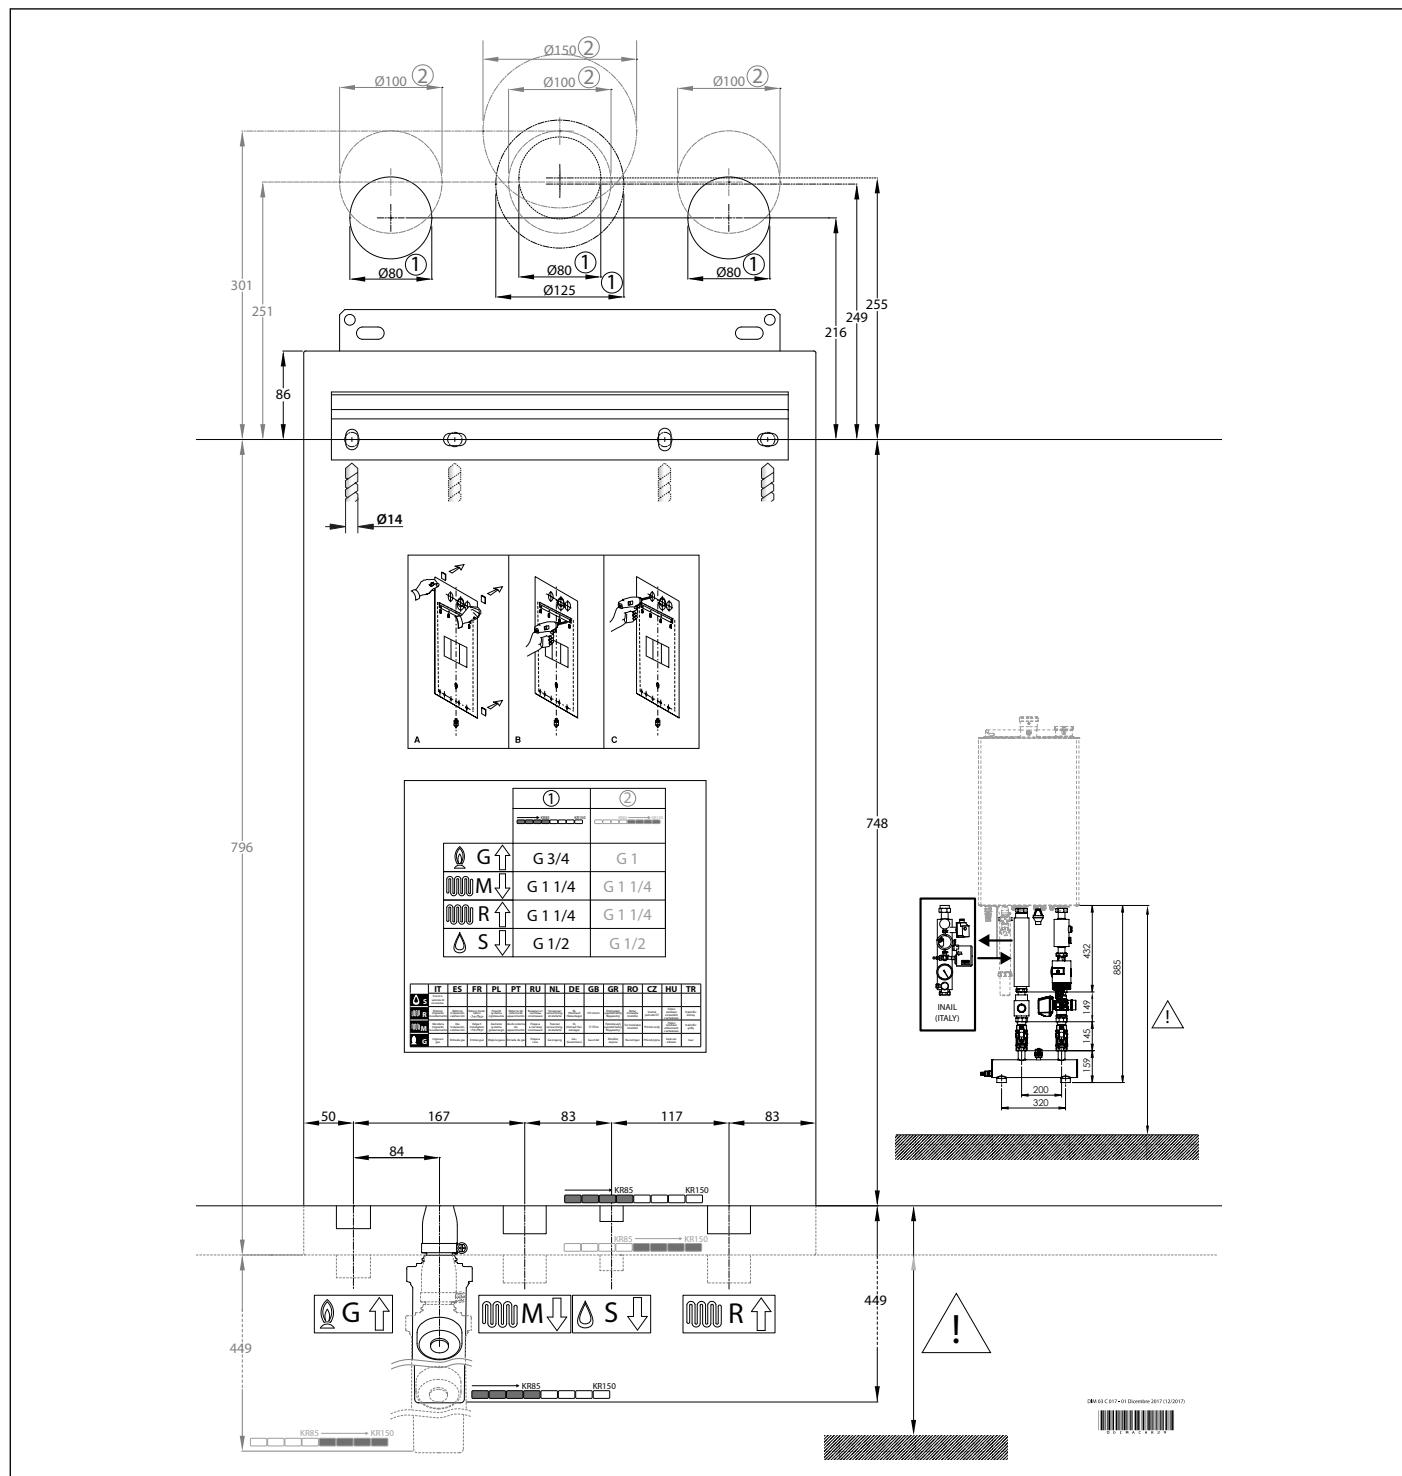

Fig. 12 Şablon de hârtie
- Șablon de montare a centralei pe perete (vezi Fig. 12 Șablon de hârtie).
Fiecare echipament este însoțit de un şablon de hârtie inclus în ambalaj (vezi Fig. 12 Şablon de hârtie).